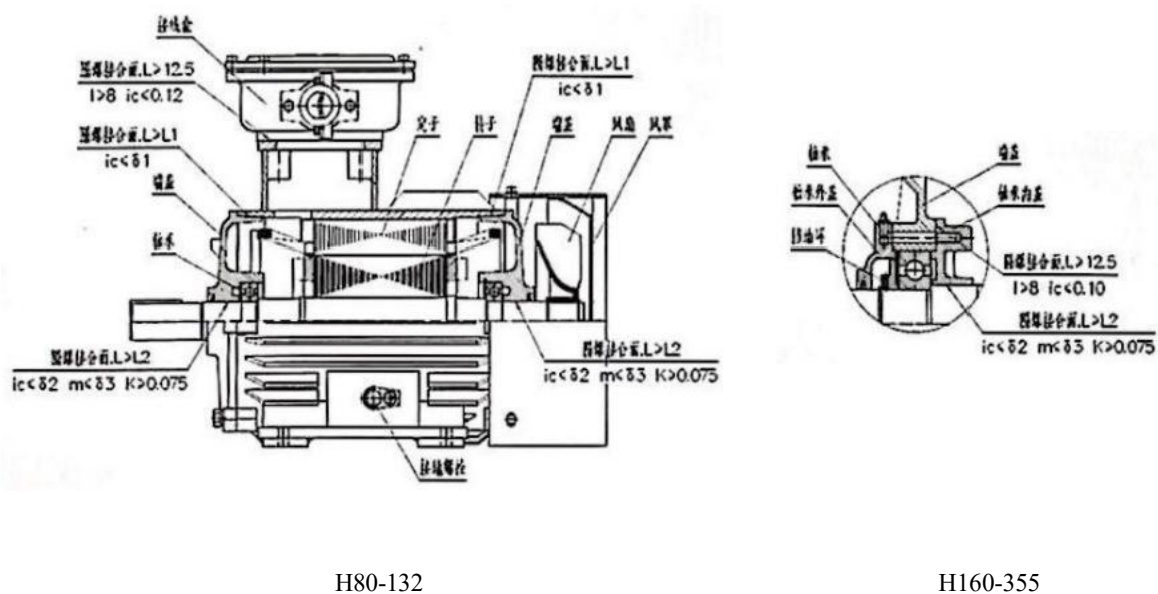
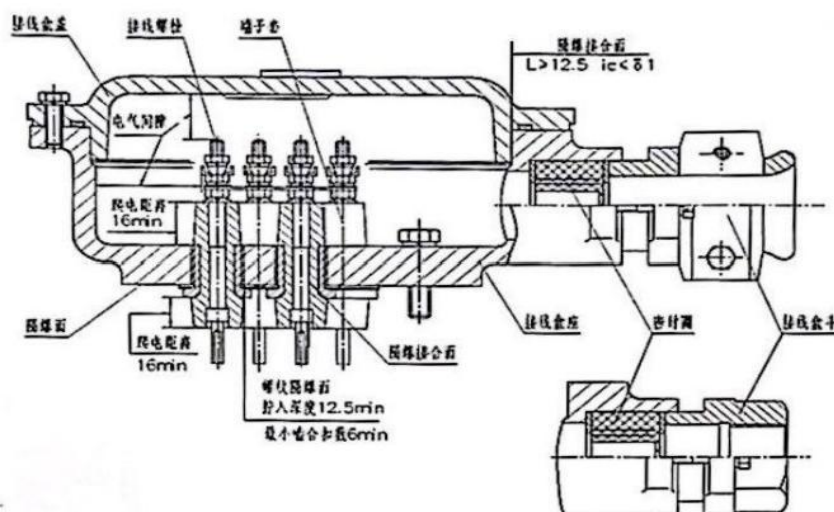

图1 电机结构图
图2 接线盒结构图
5.3 本系列电动机主体结构见图1,接线盒结构见图2。
- b. 隔爆接合面的长度、间隙、表面粗糙度、接线盒内部裸露导体之间、裸露导体与金属外壳之间的电气间隙及爬电距离见图 2。